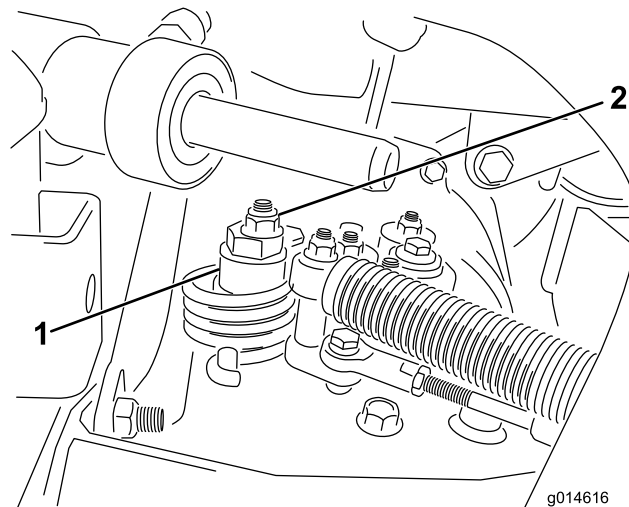

Figura 47
- A. Allentate il dado che fissa l'eccentrico alla parte superiore dell'igrostatato (Figura 47).
- C. Fate girare l'eccentrico finché non riscontrate movimenti in alcuna direzione. Quando la ruota cessa di girare, serrate il dado di bloccaggio dell'eccentrico per mantenere la messa a punto (Figura 47). Verificate la regolazione portando l'acceleratore in posizione Slow e Fast.